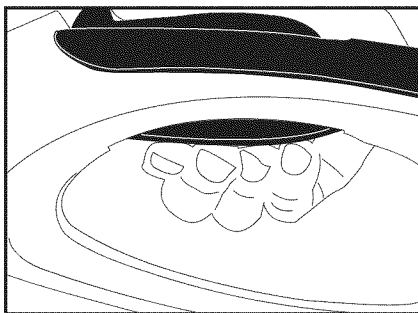

Figure 10
3. Tout en maintenant l'interrupteur de sécurité en position sous le pouce, relever l'autre interrupteur avec les doigts. (Voir figure 10.) Cela met l'accessoire sous tension pour commencer le travail. Il N'EST PLUS nécessaire de continuer à appuyer avec le pouce lorsque l'accessoire a démarré.